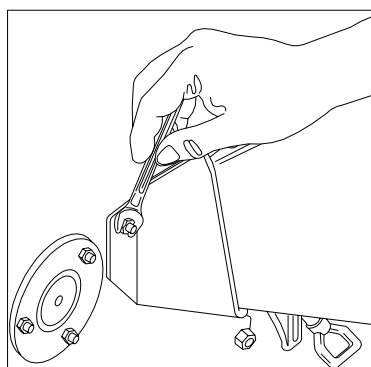

Fig. 13
- Oter la trémie latérale après avoir dévissé les 3 écrous comme indiqué fig. 13 .
- Oter la trémie latérale après avoir dévissé les 3 écrous (fig. 13)